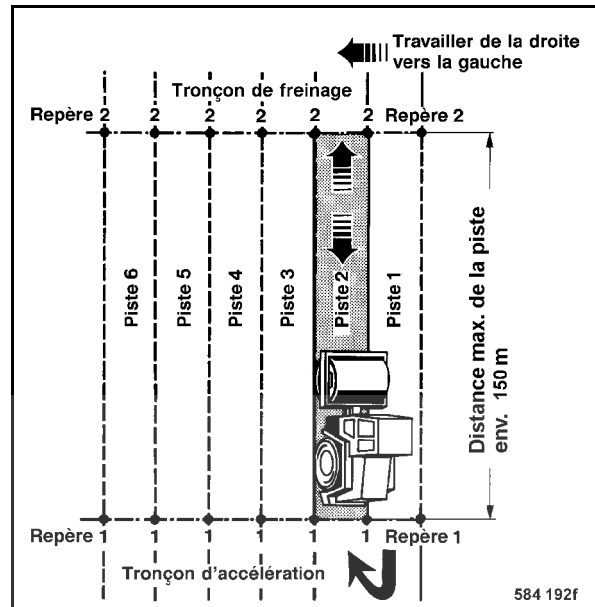

Fig. 99
- Répéter la procédure de compactage complète d'enregistrement des données sur la piste suivante (Fig. 99).